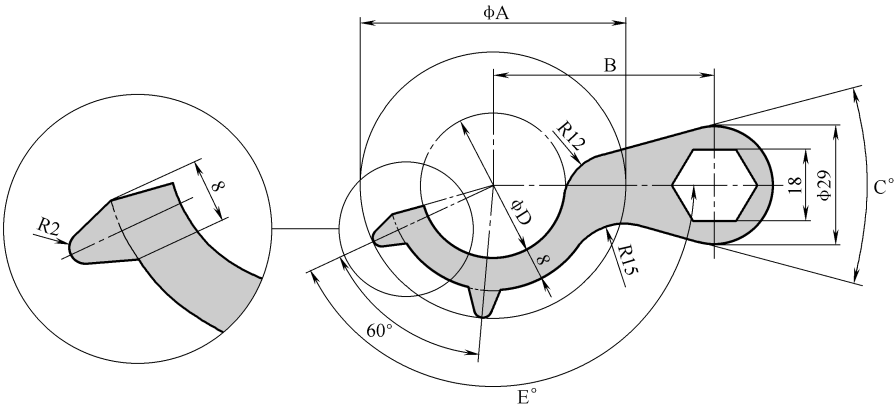

图 A-15 练习题 15
15. 参照图 A-15 绘制图形，注意图中的相切、同心、对称等几何关系（左侧为展示细节的局部视图）。请问图形中深色区域的面积是多少？